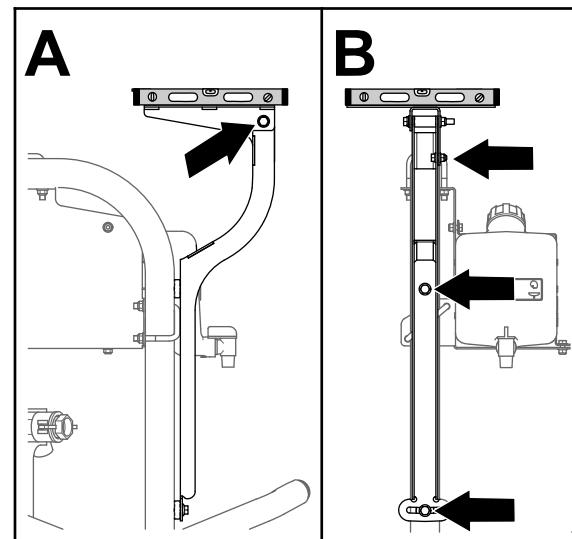

Figure 157
3. Mettez le socle du récepteur de niveau à droite et à gauche (Figure 157).
5. Mettez le socle du récepteur de niveau à l'avant et à l'arrière (Figure 157).